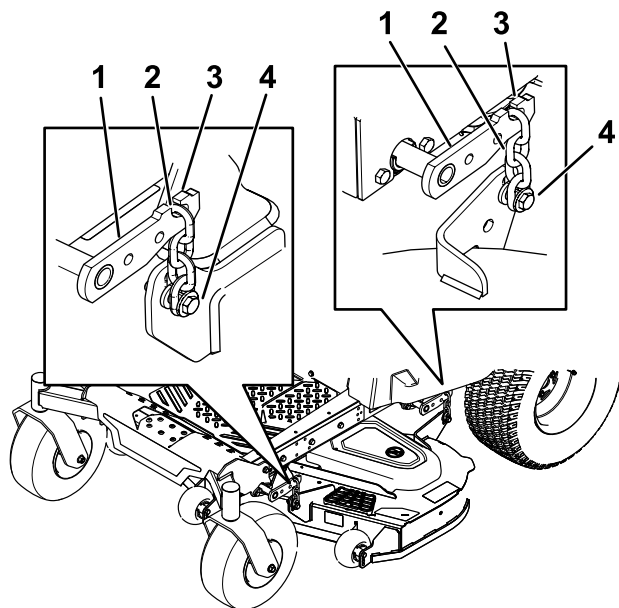

Figura 74
5. Afloje los pernos de ajuste en las cuatro esquinas, hasta que la carcasa quede bien asentada sobre los cuatro bloques (Figura 74).
6. Asegúrese de que las cuatro cadenas están tensadas (Figura 74).
7. Apriete los cuatro pernos de ajuste (Figura 74).